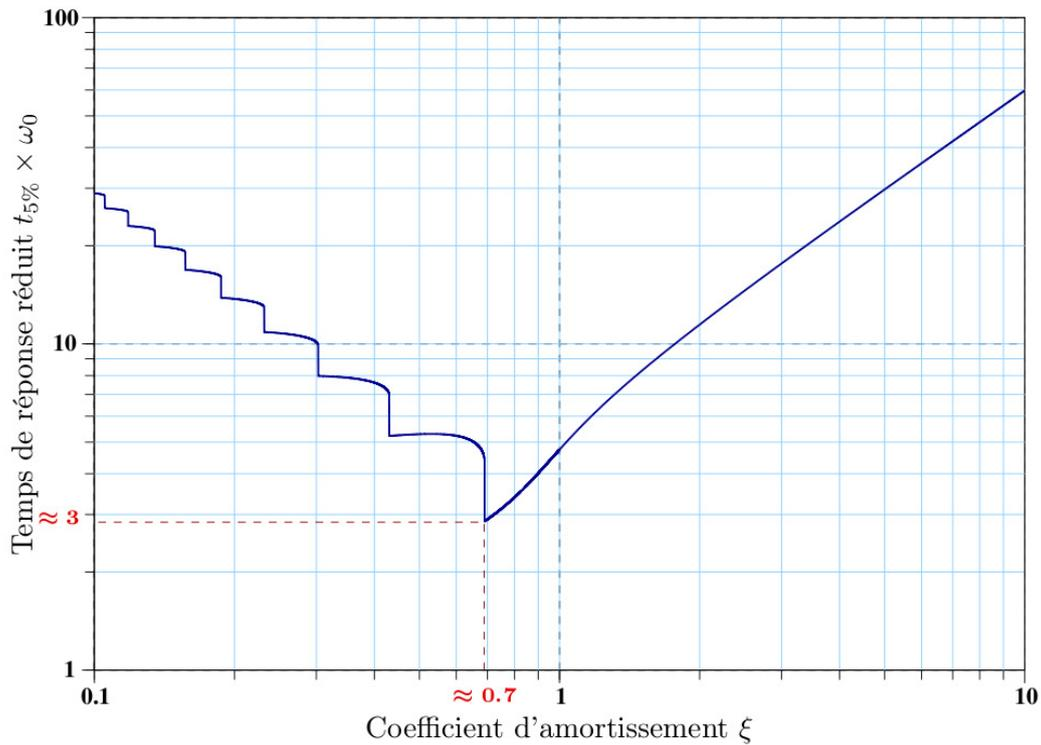

FIGURE 6 – Courbe du temps de réponse réduit ( $tr_{5\%} \times w_n$ ) d'un système du 2ème ordre
- 1.7) A partir de la courbe de la figure 6, calculer le temps de réponse à 5% du système asservi.